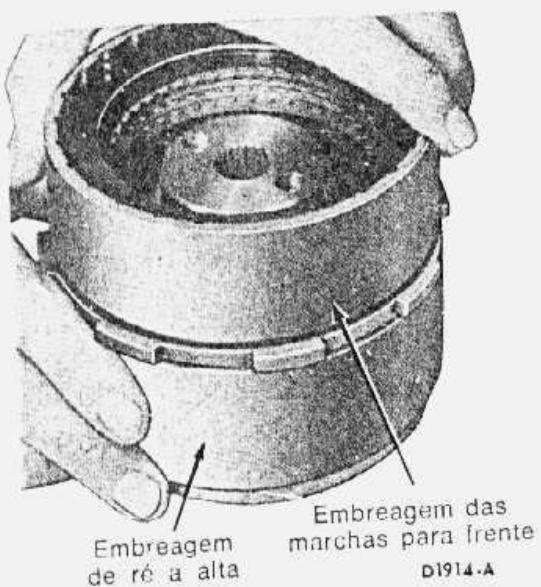

fig. 100 — instalação das unidades de embreagem
22. Na bancada, instalar a embreagem das marchas para frente na embreagem de marcha-à-reverse e alta, fazendo girar as duas unidades para engrenar os discos da embreagem da marcha-à-reverse e alta com as estriadas da embreagem das marchas para frente (fig. 100).